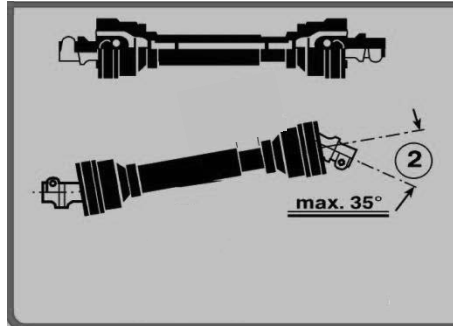

FIG.24
- Schalten Sie die Zapfwelle immer ab, wenn zu große Abwinkelungen auftreten oder sie nicht benötigt wird (Fig. 24). Drehen Sie nicht das Rührwerk mit den geschlossenen Schieber.